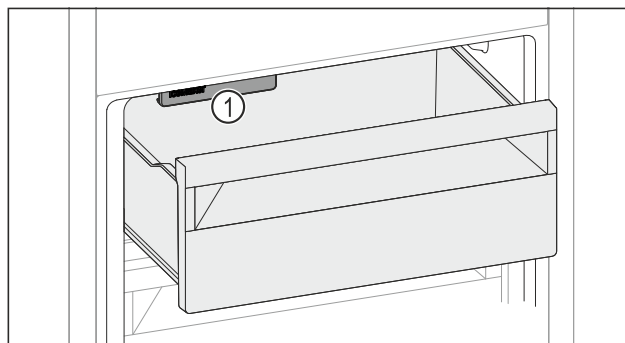

Fig. 111
- ▶ Upoštevajte IceMaker Fig. 111 (1).